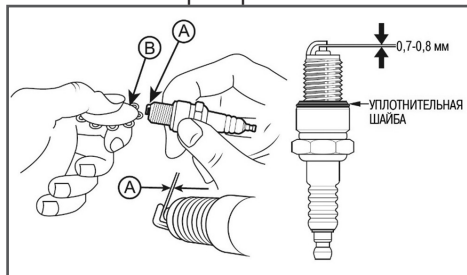

Рис. 25 Проверка межэлектродного зазора
4. Измерьте зазор А между электродами свечи зажигания специальным щупом В. Зазор должен быть 0,7–0,8 мм (Рис. 25). При увеличении или уменьшении требуемого зазора, рекомендуется заменить свечу, так как регулировка зазора может привести к изменению качества искрообразования.